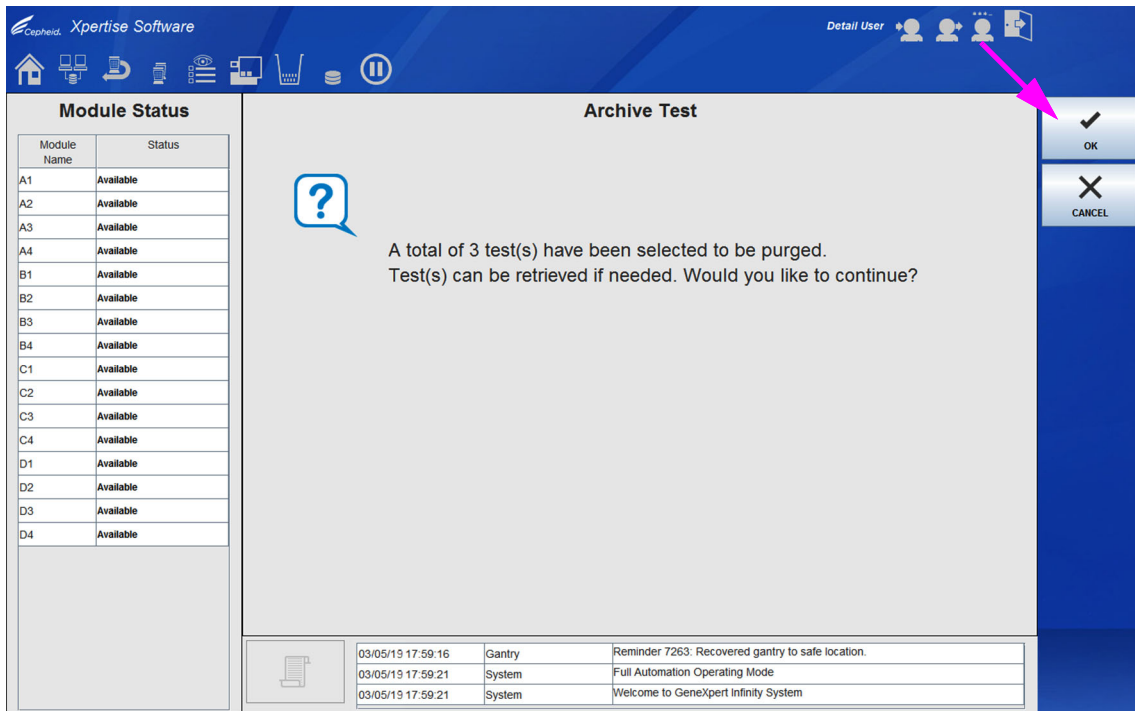

Figura 5-137. Área de trabalho Archive Test (Arquivar teste) – Confirmação da purga
7. Se a opção **Purge Selected Tests from List After Archiving (Recommended Monthly) (Purgar testes selecionados da lista após arquivo [recomendado mensalmente])** estiver selecionada, vai aparecer uma área de trabalho de confirmação após um arquivo bem-sucedido (ver Figura 5-137). Selecione o botão **OK** para confirmar que quer purgar os testes.